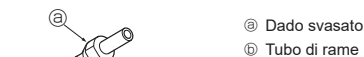

Fig. 5-4
5.3.3. Montaggio dei dadi svasati (Fig. 5-4)